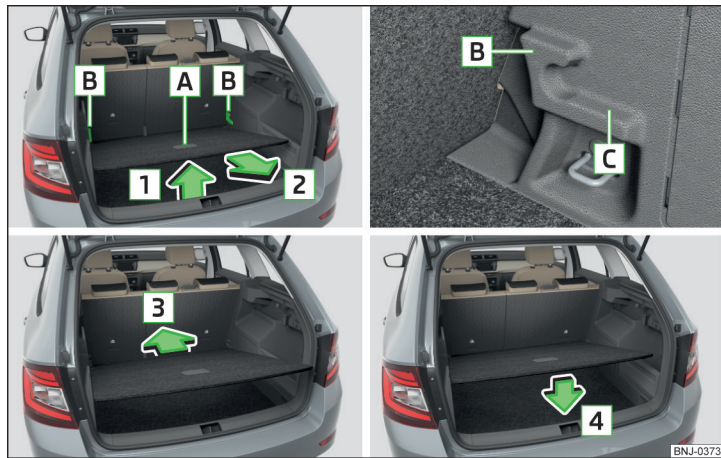

Fig. 118 Ajustar el suelo de carga variable en la posición superior/inferior
- » Levantar el suelo de carga variable en el mango **A** en el sentido de la flecha **1** y desplazarlo en parte hacia el sentido de la flecha **2** » fig. 118.